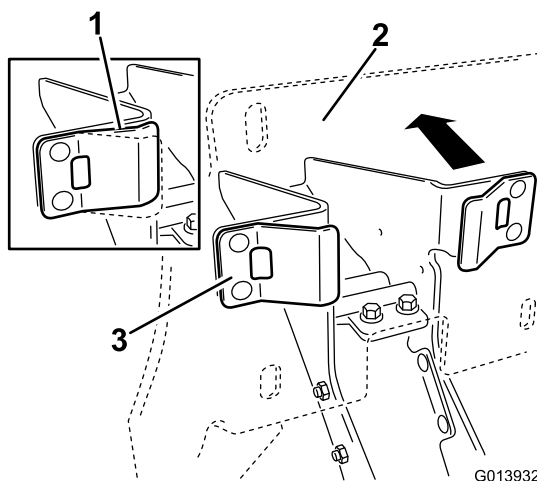

Figura 14
1. Asegurándose de que los topes de plástico están en contacto con las pestañas de los muelles, aplique suficiente presión contra la chapa del soporte para comprimir las pestañas de resorte hasta el punto intermedio (Figura 14).